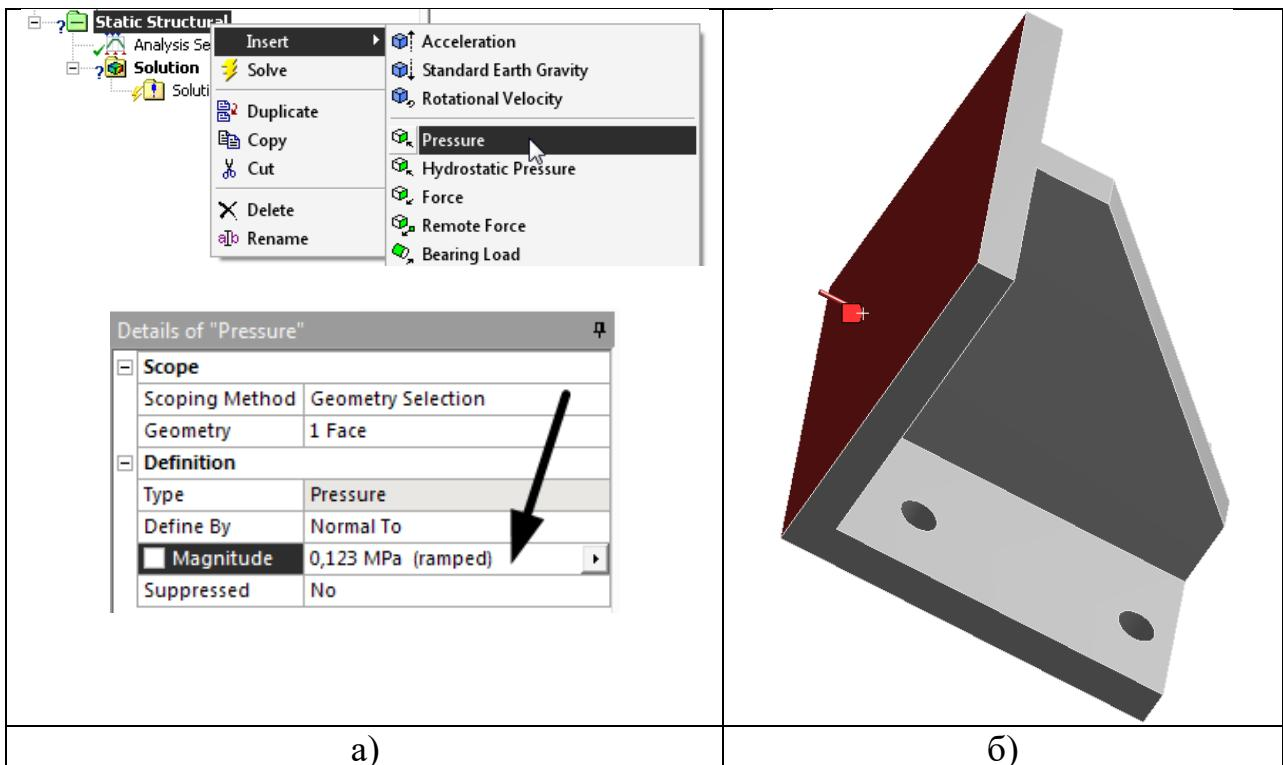

Рисунок 5.9 – Задание давления на переднюю грань упора
- 9) Нажать **правой** клавишей мыши по пункту «Analysis Settings» («настройки анализа») и выбрать цепочку команд «Insert» – «Pressure» («Вставить» – «Давление»), рисунок 5.9. Щелкнуть по наружной грани упора, рисунок 5.9, б. Нажать на клавишу «Apply» («Применить») в нижнем меню «Details of “Pressure”».